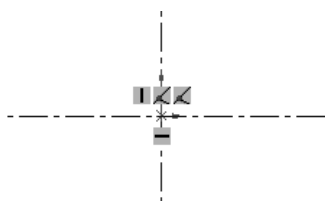

图 6.2 绘制中心线
Step 1 选择下拉菜单 **工具(T)** → **草图绘制实体(E)** → **中心线(C)** 命令,在图形区绘制图 6.2 所示的中心线。